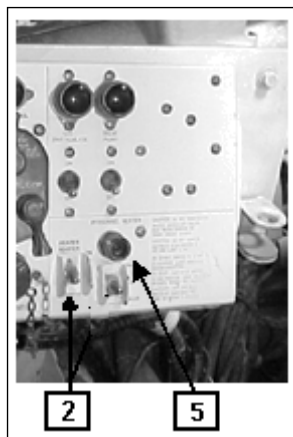

Fig 8-60. Controles do sistema de aquecimento
b. Controle de temperatura e fluxo de ar - A velocidade do ar permanece a mesma quando o interruptor do aquecedor interno(4) está colocada em ON-LO ou ON-HI. Somente o ar muda de temperatura.
(1) Pode-se variar a temperatura do ar colocando o interruptor do aquecedor interno(4) em ON-HI, sem parar na posição desligada(OFF).
(2) Para direcionar o fluxo de ar, acionar a saída do aquecedor de ar(3).
(3) Para mudar a direção do fluxo de ar na torre, ajustar o difusor localizado na parede esquerda do casco à retaguarda do alojamento de munições do Can.
c. Desligar o aquecedor (Fig 8-60)
(1) Observações: